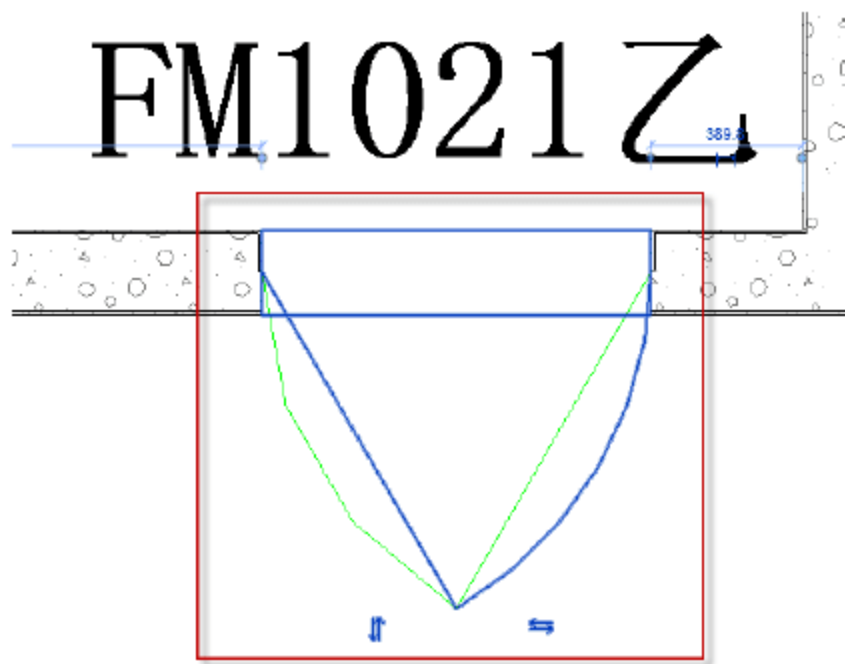

图 9.3.9 完成移动“FM1021 乙”
(8) 翻转“FM1021 乙”实例开门方向。完成移动门族后，发现前面建的族的实例开门方向与导入的 CAD 底图不一致，如图 9.3.9 所示。这时就可以单击已经插入的门族附近